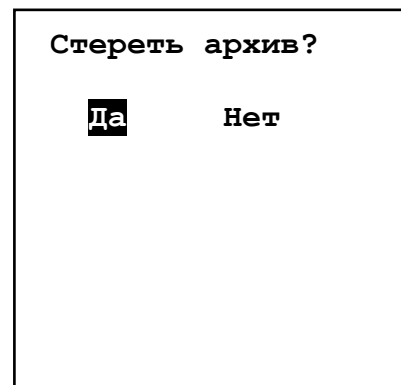

Рисунок 7.18 - Стирание архива
– «**Стирание архива**» – удаление всех архивных данных; удаление данных производится в следующем порядке: выбрать опцию «**Да**» (смотри рисунок 7.18), после нажатия на кнопку  начнется стирание данных. При этом включится уменьшающийся счётчик (на время запуска счётчика действие кнопок заблокировано). После обнуления счётчика (около 20 сек) появится надпись «**ОК**», и произойдёт автоматический переход на уровень вверх.